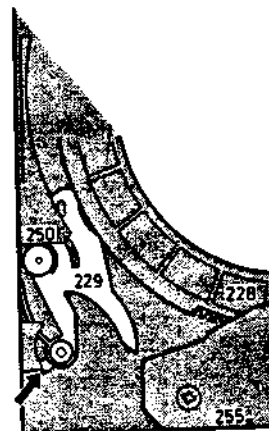
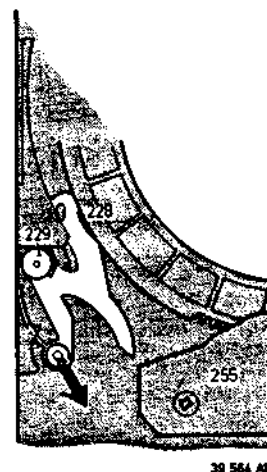

Fig. 3-1-9
Fig. 3-1-15
- Klapphebel nach Entriegeln leicht aufheben, danach nach rechts drehen und herausheben. Abb. 3-1-9 oder Abb. 3-1-15.